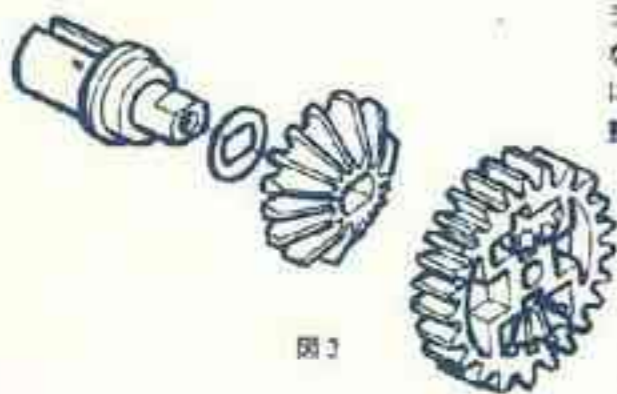

図3
図1のように18Tベベルギヤのすき間が多いと故障の原因になりますので調整が必要です。調べ方は図2のように片側のデフシャフトを矢印①の方向へ押した時に反対側のデフシャフトを矢印②の方向へ力を加え動くようならなるべく少なく(0.1mmぐらい)なるようにギヤケースを分解して図3の位置へデフ調整ワッシャーを1~3枚入れて下さい。